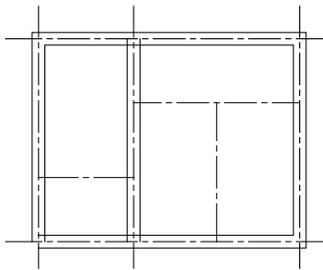

图 3-37 绘制墙体
指定下一点或 [放弃 (U)]：// 在绘图区中分别指定多线的各点，完成墙体的绘制，结果如图 3-37 所示